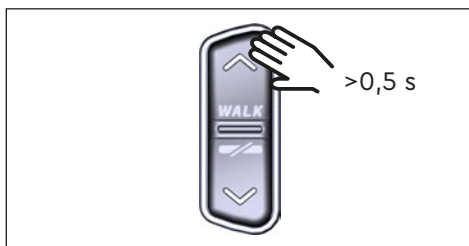

Fig. 9: Attivare l'aiuto alla spinta
- ▶ Quando la e-Bike è ferma, premere più a lungo di 0,5 s sul pulsante operativo IN ALTO sul Remote (vedi Fig. 9), per attivare l'aiuto alla spinta.